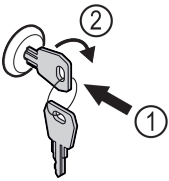

Fig. 192
- ▶ 按入钥匙 Fig. 192 (1)。
- ▶ 将钥匙顺时针转动 90° Fig. 192 (2)。